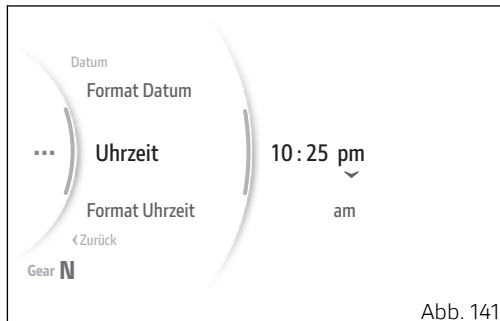

Abb. 141
Die Angabe „AM“ oder „PM“ kann jetzt markiert werden (Abb. 141). Über die Tasten (1) und (2) kann der gewünschte Wert gewählt werden. Zum Bestätigen auf ENTER (3) drücken.